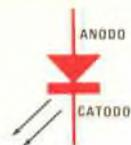

Fig. 1 - Il simbolo del LED è quello di un diodo normale al quale sono state aggiunte due frecce che indicano l'uscita luminosa.
luce quando viene polarizzato in senso diretto. La luce può essere di parecchi colori: rossa, giallo ambra o verde o può essere infrarossa e quindi invisibile. Il simbolo schematico del LED, riportato nella *fig. 1*, è simile al simbolo di un diodo normale: sono solo state aggiunte due frecce per indicare l'emissione di luce.
**Come funziona** - Lo schema del moltiplicatore di Q è riportato nella *fig. 1*. Il circuito è composto da un semplice oscillatore Colpitts a 455 kHz, che può essere regolato in/e fuori oscillazione da R3 e R4. Per Q1 è stato usato un transistor ad effetto di campo al fine di assicurare un'alta impedenza al circuito accordato, composto da L1 e dai condensatori C3, C4, C5, C6.